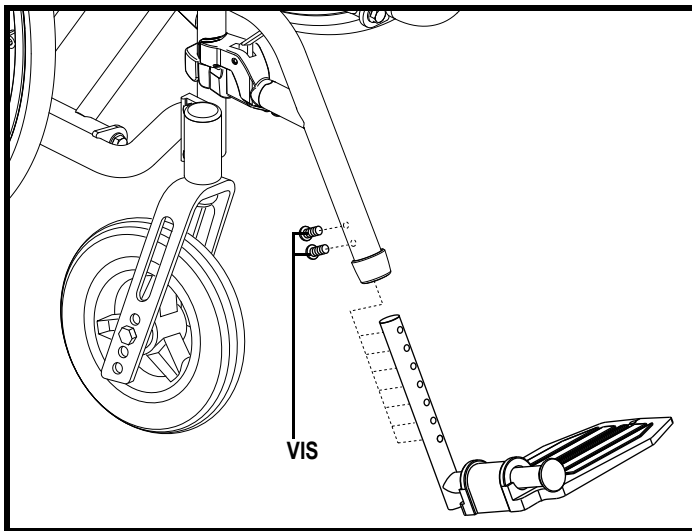

Figure 19. Réglages longueur des SFR
1. Retirez les vis du SFR. **Voir la figure 19.**